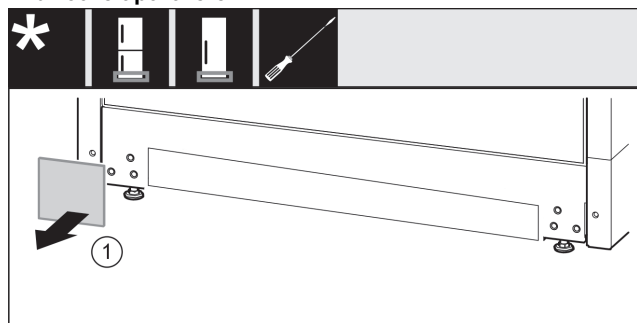

Fig. 13
- ▶ Detașați apărătoarea. Fig. 13 (1)